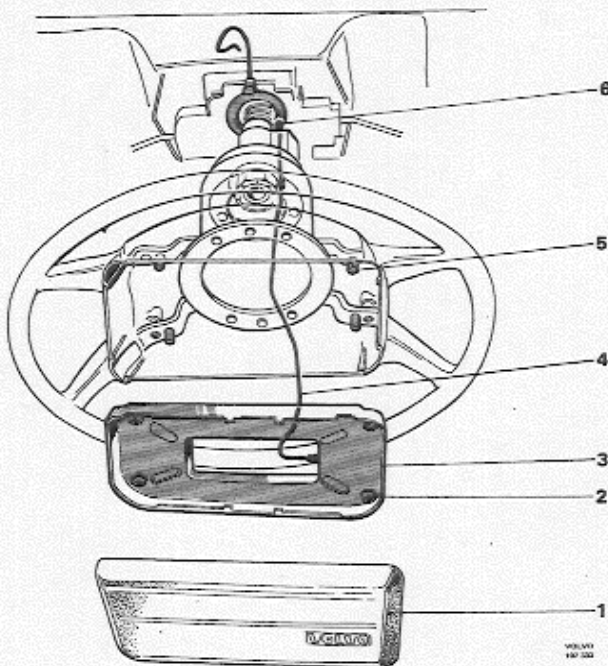

Abb. 3-13 Signalanlage
1. Die Polsterung 1, Abb. 3-13, von der Lenkradnabe entfernen (wird vorsichtig mit einem Kreuzschlitzschraubenzieher hochgedrückt).
2. El. Leitung (4) von der Signalplatte (3) abklemmen.
3. Die vier Befestigungsschrauben (2) der Signalplatte lösen und diese abheben. Der Einbau der neuen Signalplatte geschieht in umgekehrter Reihenfolge. Abschließend die Funktion des Signalhorns überprüfen.